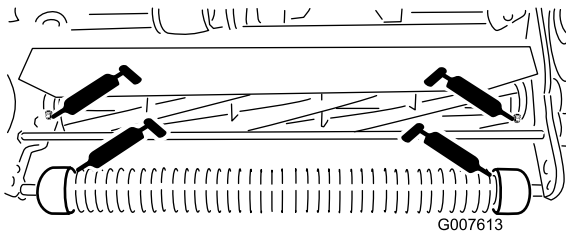

Bild 18
- 2 an der Frontrolle (Bild 18)
- 2 an den Spindellagern (Bild 18)